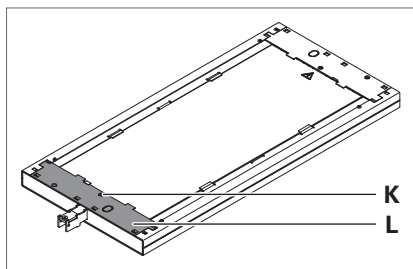

Fig. 5: Rimozione della copertura.
- Ruotare la vite **K** dalla copertura **L** vedi Fig. 5.